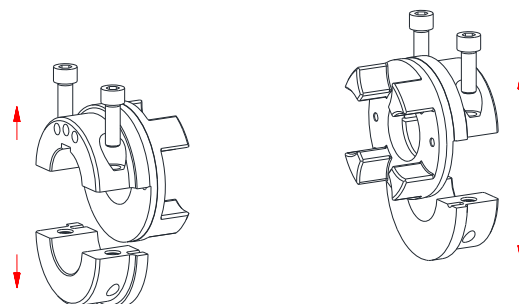

Figura 11: Desmontagem das meias concha
- Retire as meias concha do corpo de base do cubo (ver figura 11).